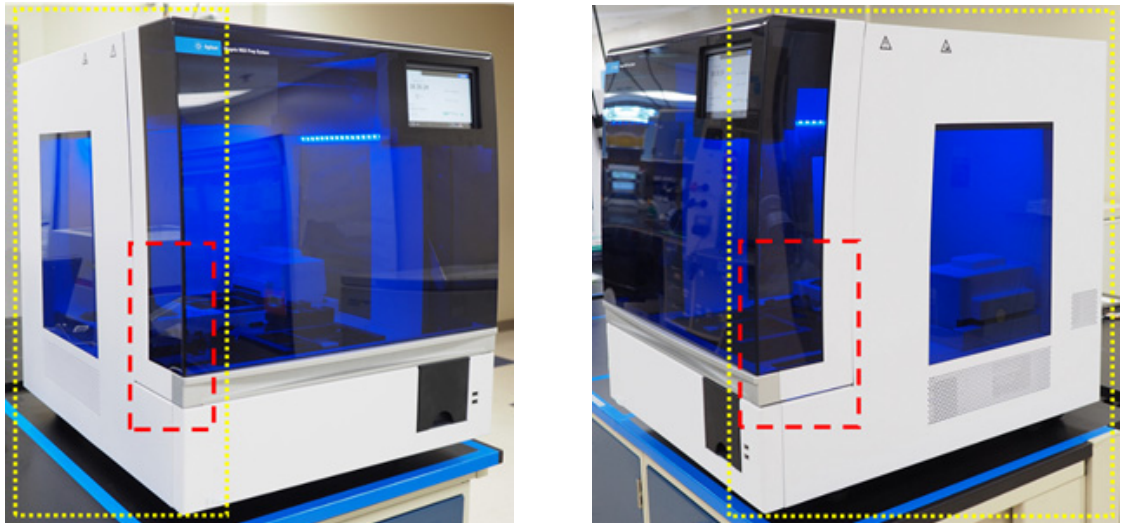

Figura 29 Superficies exteriores de las caras izquierda y derecha del instrumento que deben limpiarse
- c Parte exterior izquierda y derecha del instrumento:** Con un paño de laboratorio humedecido con alcohol isopropílico al 70 %, limpie las caras izquierda y derecha del instrumento, que están señaladas en amarillo en Figura 29. Se debe prestar una atención especial a las zonas señaladas en rojo para proceder a una limpieza cuidadosa, ya que estas son las zonas en que se agarra la puerta durante la apertura y el cierre.